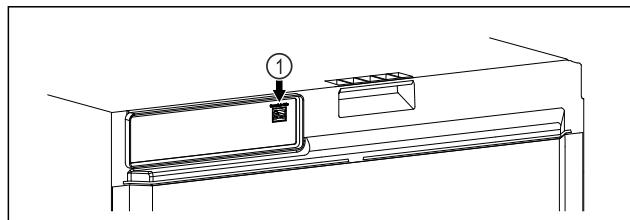

Fig. 142
El SmartModule Fig. 142 (1) está colocado.